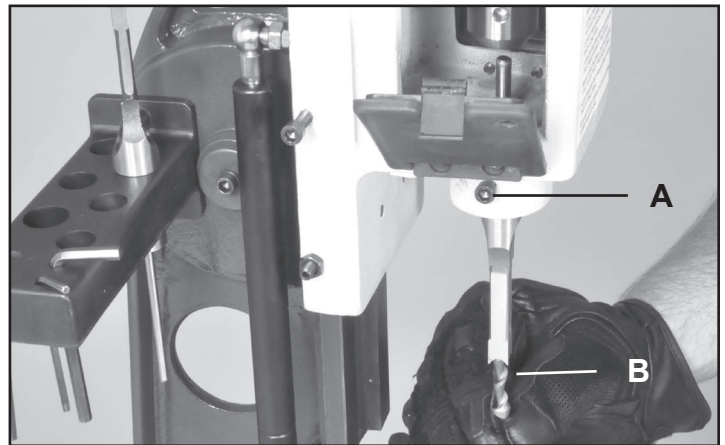

FIG. 10
5. Mediante la utilización de la chaveta del mandril, ajuste la broca en su lugar, asegurándose de que 1/16" a 3/16" de la punta de la broca queden por debajo de la punta del formón. Esta distancia dependerá de la dureza de la madera y los requisitos de profundidad de la escopleadura. FIG. 10, B.